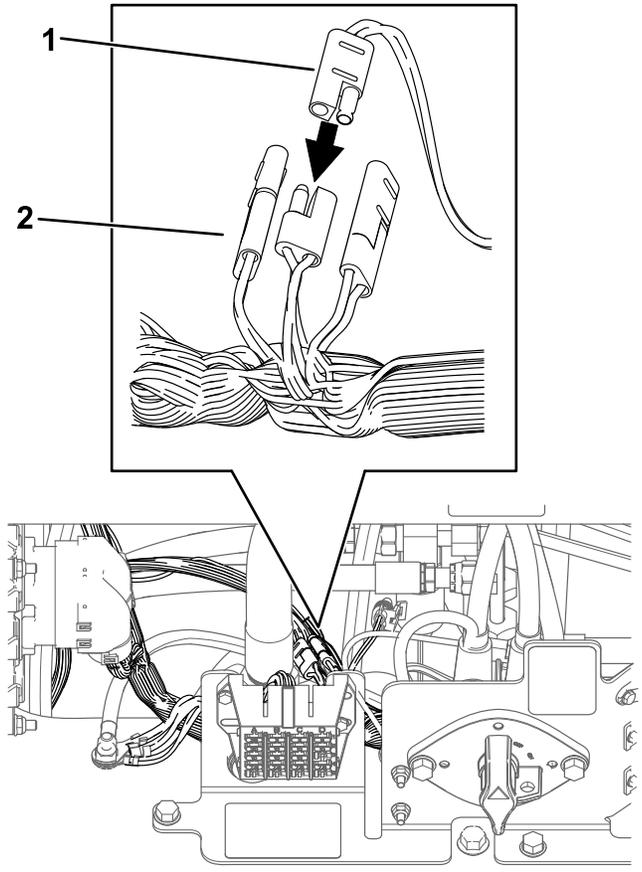

Figure 8
4. Retirez l'obturateur d'un connecteur d'accessoire sur le faisceau de la machine (P50, P75 ou P76) et branchez-y le faisceau du kit (Figure 8).